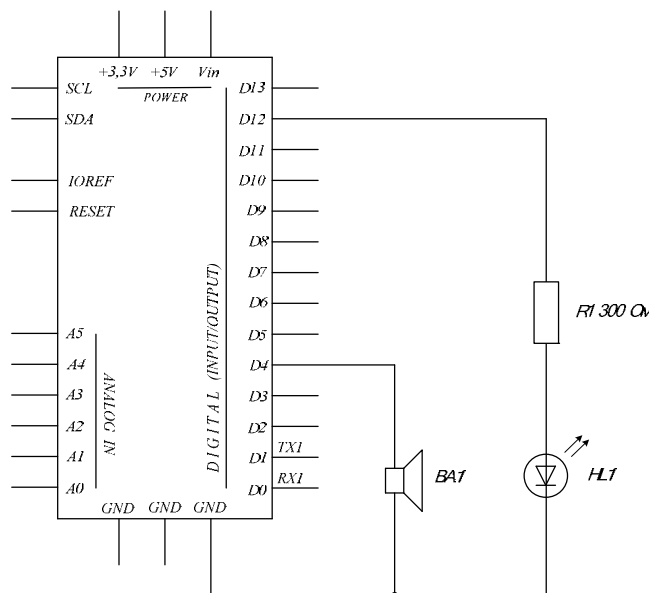

Рисунок 10.1 – Схема подключения светодиода и динамика к микроконтроллеру Arduino
10.2.1 Соедините один вывод резистора $R1 = 300 \text{ Ом}$ с цифровым выводом D12 на Arduino, второй вывод – с длинным выводом (анодом) светодиода HL1 (рисунок 10.1). Короткий вывод (катод) светодиода HL1 соедините с выводом GND Arduino. Динамик подключите одним выводом к выводу D4 Arduino, другим – к общей шине GND Arduino (см. рисунок 10.1).